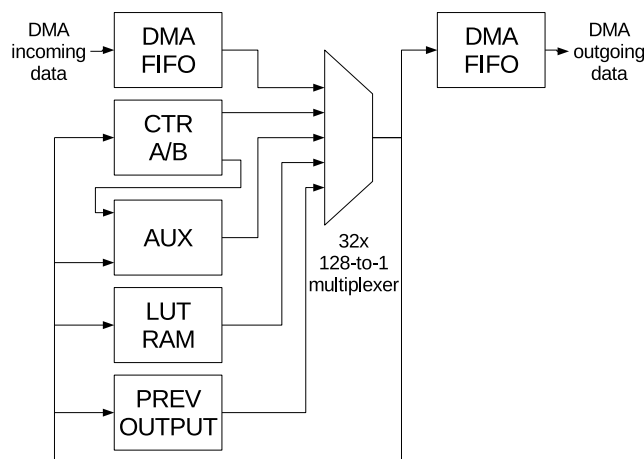

图 44.4-1. 比特调节器数据路径图
- 从输入 FIFO 移入的 64 位数据（即图 44.4-1 中左侧的 DMA FIFO 模块）。如前所述，来自 DMA 输入流的数据被存储在此处。为了便于使用循环来遍历输入的 64 位数据，指令可以启用相对寻址。在这种寻址模式下，任何从输入 FIFO 寄存器获取比特的多路复用器实际上会获取偏移计数器 A 寄存器值的比特（即图 44.4-1 中的 CTR A）。
- 从上一个周期发送到输出的 32 位数据（即图 44.4-1 中的 PREV OUTPUT 模块）。发送到输出寄存器的数据将在一个时钟周期后出现在这个寄存器中。这使得比特调节器可以在多个时钟周期中“记住”数据：即使某个比特没有发送到输出 FIFO，只要是输出到了输出寄存器，下一个时钟周期仍然可以通过选择这个寄存器来访问该比特。通过再次从这个寄存器中选择比特进行输出，可以实现比特的长期记忆，使它们在随后的周期中出现在此寄存器中。
- 2 x 16 位计数器提供的 32 位数据（即图 44.4-1 中的 CTR A/B 模块）。该寄存器包含两个 16 位计数器，分别命名为计数器 A 和 B，可通过控制路径指令对它们进行加载、递增和递减等操作。
- 计数器 B 和之前输出数据（对应图 44.4-1 中的 PREV OUT）之间的比较器中包含的 30 位数据，属于 AUX
- 2 位数据（属于图 44.4-1 中的 AUX 模块），一位固定为高电平，一位固定为低电平。使用场景：某协议需要输出一个始终为高电平或低电平的位，不受输入数据影响。